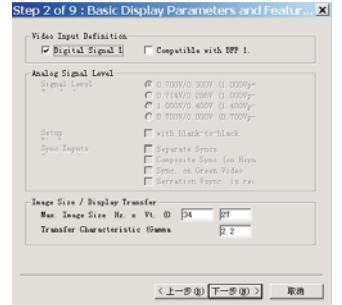

Fig. 36
- 1. Click Next, bring up Fig. 36.